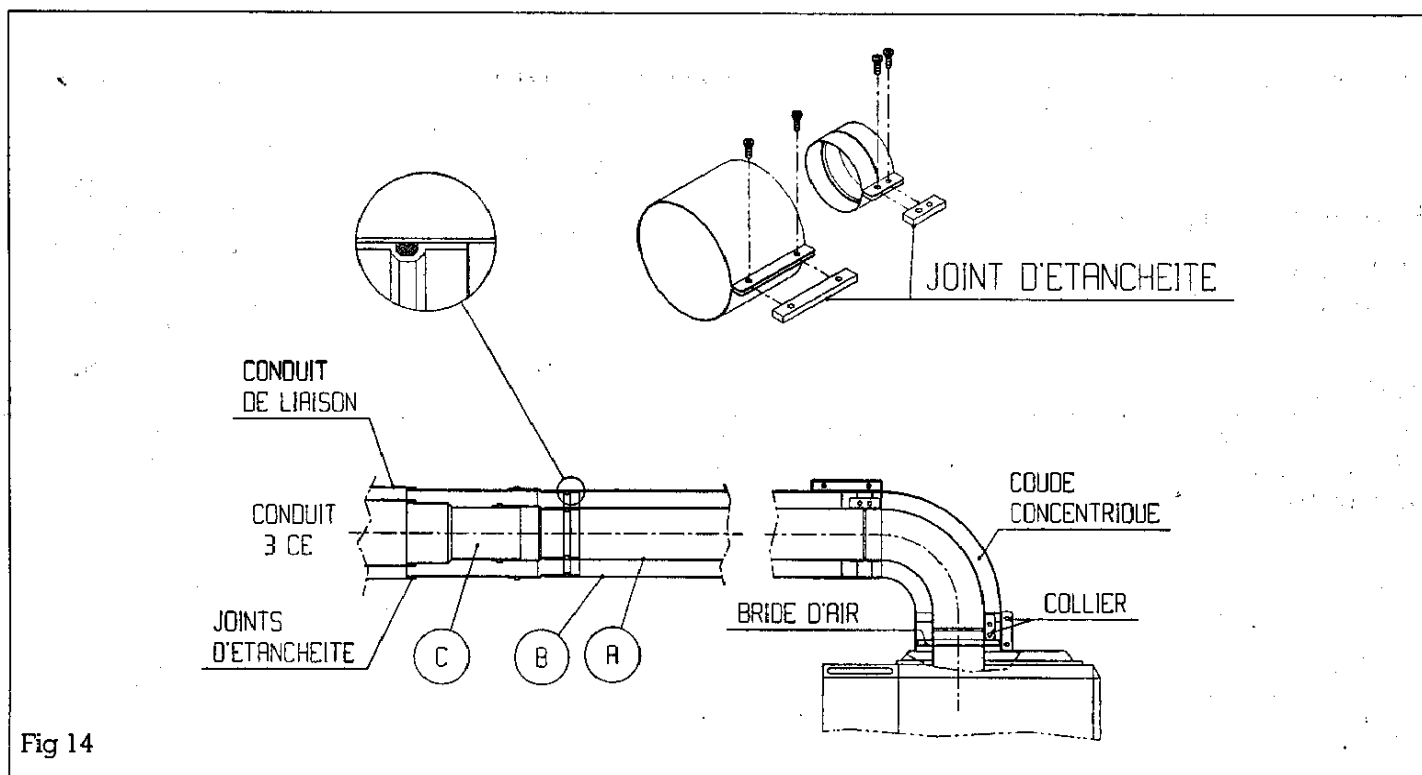

Fig 14
Il comprend (fig 14);
- pour toute longueur supérieure à 1 m, retirer la bride d'air (fig 14);